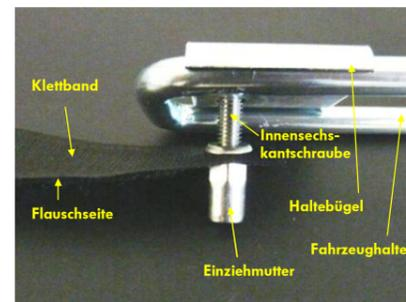

Bild 4
11. Setzen Sie die 2 Innensechskantschrauben 6 x 30 mm durch die Haltebügel (oberer Haltebügel Lochung nach oben, unterer Haltebügel Lochung nach unten) und schieben Sie den Klettbandrücklaufverschluss (Flaschband nach hinten, vom Haltebügel wegzeigend) mit der Öse über die Schraube des unteren Haltebügels. (Bild 4 und 5)